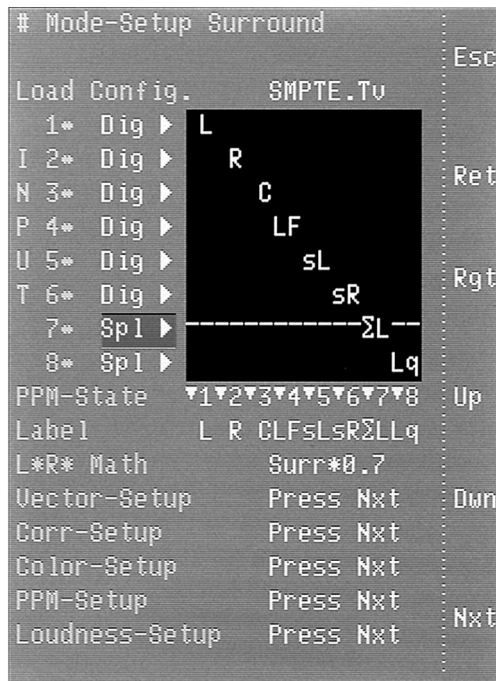

Bild D 6-6: Mode-Setup-Menü für die 3/2 (5.1)-Surround-Betriebsart
- Load Config.** Ermöglicht das Laden eines vordefinierten Routings der Eingangskanäle auf die Peakmeter und das Vektorskop. Diese geladene Konfiguration kann mit Hilfe der Matrix und der Tasten **Up**, **Dwn**, **Rgt** und **Nxt** noch individuell angepasst werden (siehe Abschnitt unter Bild D 6-6).